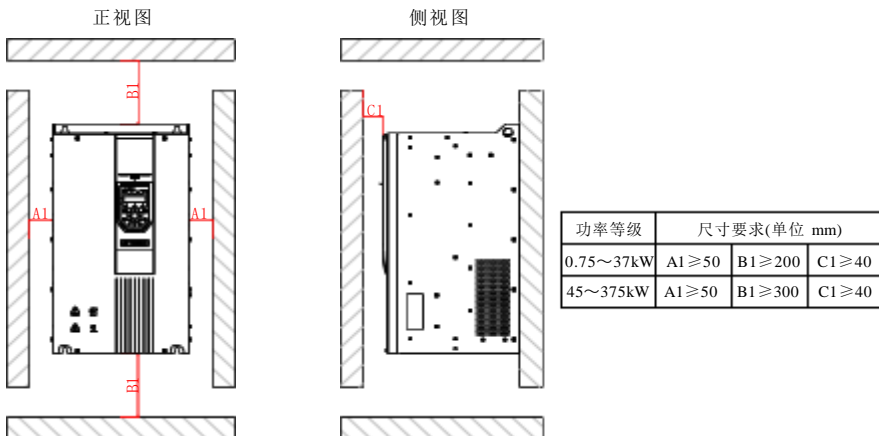

图 3-2 单台机器(Hope590PM0.75T4~Hope590PM375T4)安装间隔
- 安装空间要求如图 3-2 所示，需保证变频器有足够的散热空间，预留空间时请考虑柜内其它器件的散热情况；